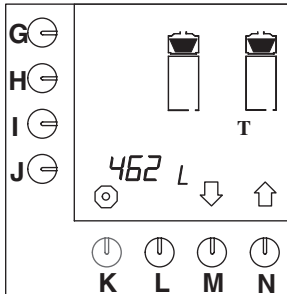

Fig. 38 Compteur totalisateur du système de filtration
- Appuyez sur la touche de sélection (N.)[†] jusqu'à ce que la fig. 38 s'affiche sur l'écran de contrôle.